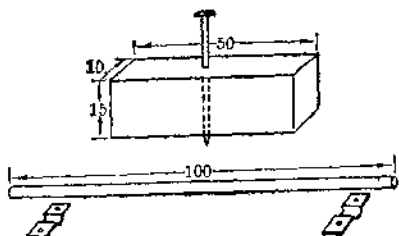

图 11
6. 机头垫高板: 用 $10 \times 15 \times 50$ [毫米]³ 木条一根, 制机头垫高板, 也即前轮轴架。先在木条中央钻一小孔, 孔径略大于固定用的钉子直径, 以便木条能绕钉子旋转, 然后在车头散热器下面装前轮轴的部位正中, 把钉子连木条钉上。接下来用两条铁片将前轮轴向上托住, 用钉子把轴固定在垫高板的下方(图 11)。